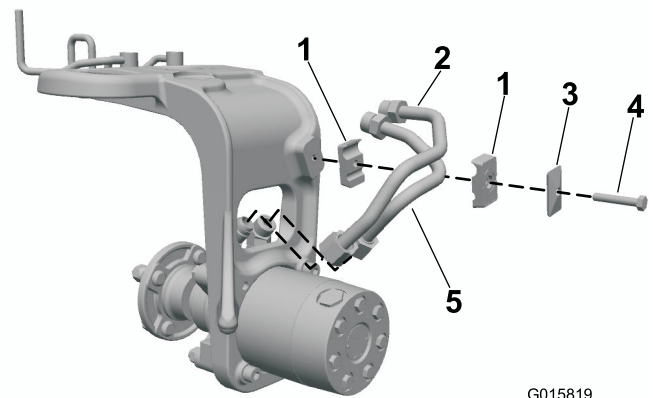

図 4
1. スチール製油圧ラインをホイールモータのフィッティングに仮止めする 図 4。
2. キャスタフォークにチューブクランプを取り付ける。このラインが油圧フィッティングとチューブクランプに無理なく接続するように調整する 図 4。
3. チューブクランプを固定するカバープレートとボルト 5/16 x 1 3/4" を 図 4 のように使用する。